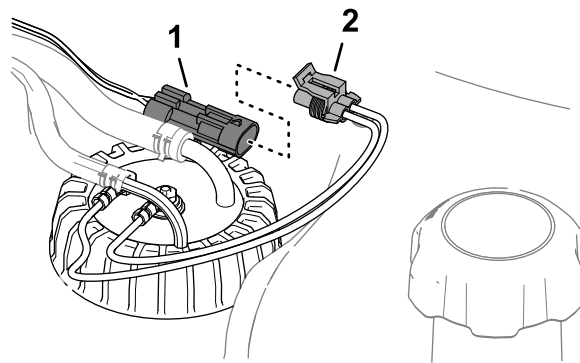

Figura 124
3. Îndepărtați conectorul cu 2 mufe al fasciculului de cabluri al transmițătorului pentru combustibil din conectorul cu 2 pini al fasciculului de cabluri al mâinii (Figura 124).